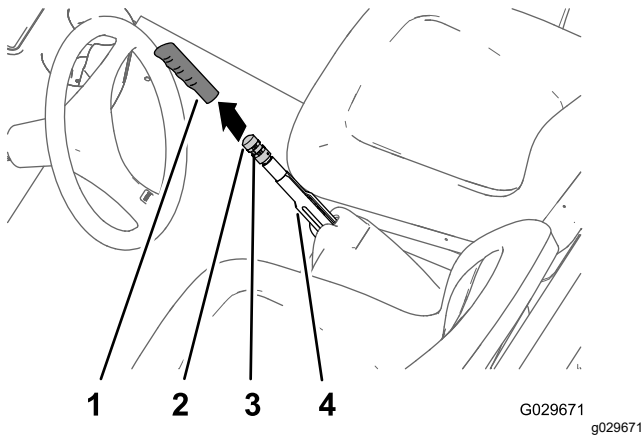

Figura 63
1. Retire la empuñadura de la palanca del freno de estacionamiento (Figura 63).
2. Afloje el tornillo de fijación que sujeta el pomo de ajuste del freno a la palanca del freno de estacionamiento (Figura 63).
3. Gire el pomo de ajuste del freno hasta que se requiera una fuerza de 133-156 N para accionar la palanca de freno de estacionamiento (Figura 63).
4. Apriete el tornillo de fijación e instale la empuñadura (Figura 63).
2. Afloje el tornillo de fijación (Figura 63) que sujeta el pomo de ajuste del freno a la palanca del freno de estacionamiento, quite el freno de estacionamiento y afloje el pomo de ajuste del freno.
5. Gire el pomo de ajuste del freno (Figura 63) hasta que se requiera una fuerza de 133-156 N para accionar la palanca de freno de estacionamiento.
- C. Gire el pomo de ajuste del freno (Figura 63) hasta que se requiera una fuerza de 133-156 N para accionar la palanca de freno de estacionamiento.